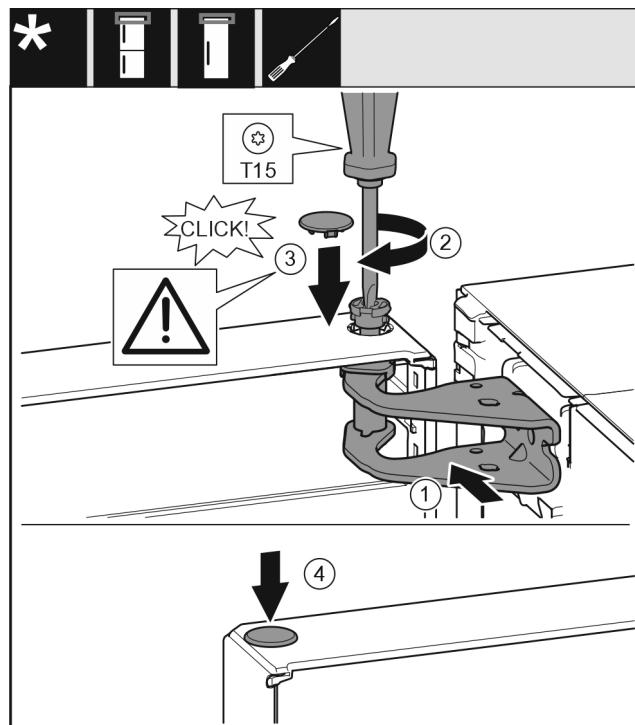

Fig. 19
- Вирівняйте дверцята зверху по отвору в опорному кронштейні. Fig. 19 (1)
- Вставте палець та закрутіть за допомогою викрутки T15. Fig. 19 (2)
- ▶ Встановіть захисну кришку для захисту дверцят: вставте захисну кришку і проконтролуйте, щоб вона прилягала до дверцят. Якщо це не так, повністю вставте палець. Fig. 19 (3)
- ▶ Вставте пробку. Fig. 19 (4)